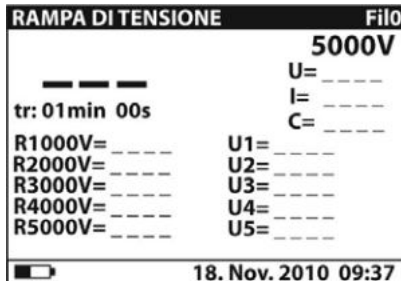
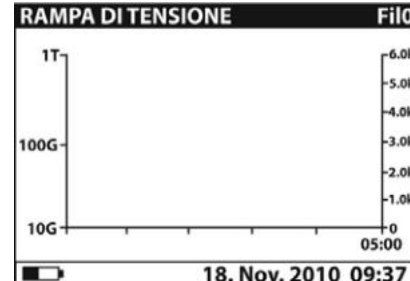

Fig. 34: Videata iniziale numerica
Fig. 35: Videata iniziale grafica
2. Selezionare con i tasti freccia \blacktriangledown o \blacktriangle la voce "RAMPA DI TENSIONE" sul menu principale e confermare con il tasto **SELECT**. La videata di Fig. 34 è mostrata dallo strumento. Nel caso in cui l'opzione Grafico R(t) sia **attivata (ON)** premere i tasti freccia \blacktriangledown o \blacktriangle per passare alla videata grafica di Fig. 35